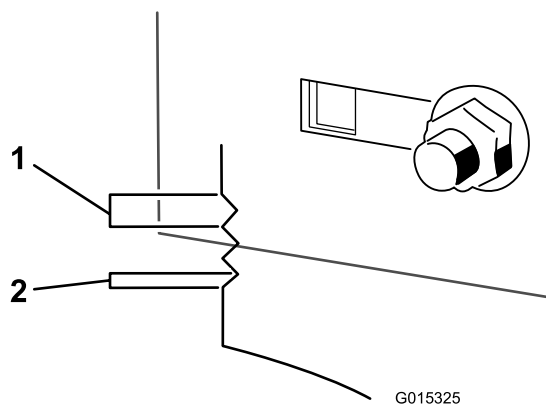

Bild 53
- Messen Sie mit den Kerben an der geschweißten Halterung die Größe der Anpassung. Jede Kerbenoberfläche entspricht 6,35 mm, eine Seite entspricht 3,17 mm (Bild 53). Stellen Sie das Mähwerk auf die gewünschte Höhe.